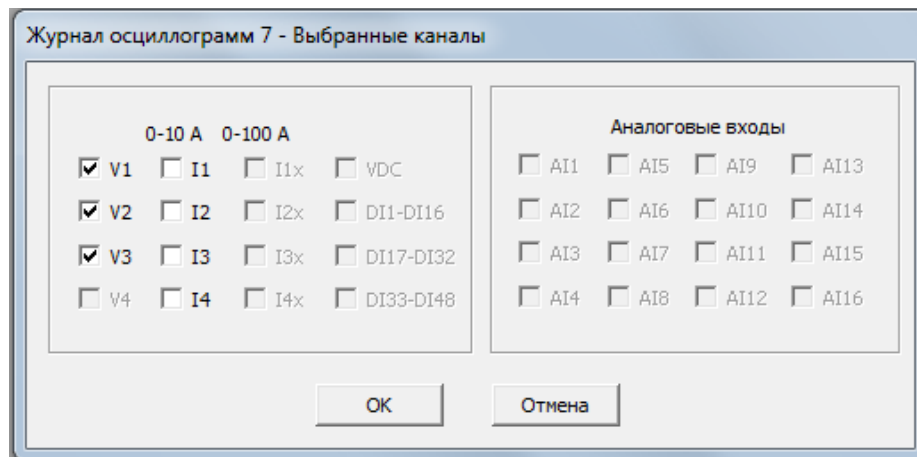

Рисунок 108 – Окно «Выбранные каналы»
9. Нажмите кнопку «Каналы», установите в открывшемся окне «Выбранные каналы» (рисунок 108) флажки для каналов, которые необходимо записать, и нажмите кнопку «ОК».